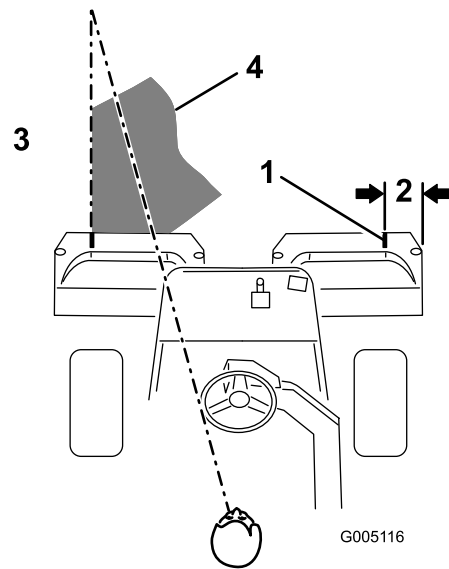

図 28
**注** グリーン内をぶれずにきれいに直進し、刈り込みの済んだ列との距離を一定に保つて走るためには、車体前方 1.8 から 3 m のところに視線を置いて、刈り込み済みの済んでいる列にラインを合わせるようにするのがコツです **図 28**。ハンドルを目印にして距離を合わせても良いでしょう。その場合、ハンドルの縁と本機前方の目標ラインとを重ねて見ながら運転します。